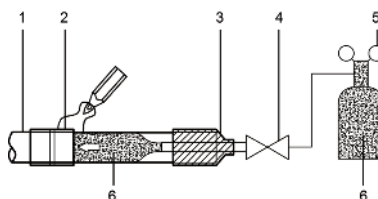

Рис. 6.4
- Когда во время пайки трубопровод заполнен азотом, давление азота необходимо снизить до 0,02 МПа с помощью редукционного вентиля для снижения давления. См. рисунок 6.4.